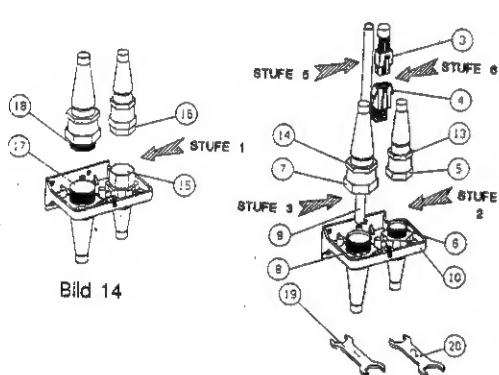

Bild 14
STUFE 1. Schrauben Sie die Abdeck-kappen (16), (18), (15) und (17) heraus (Siehe Bild 14).